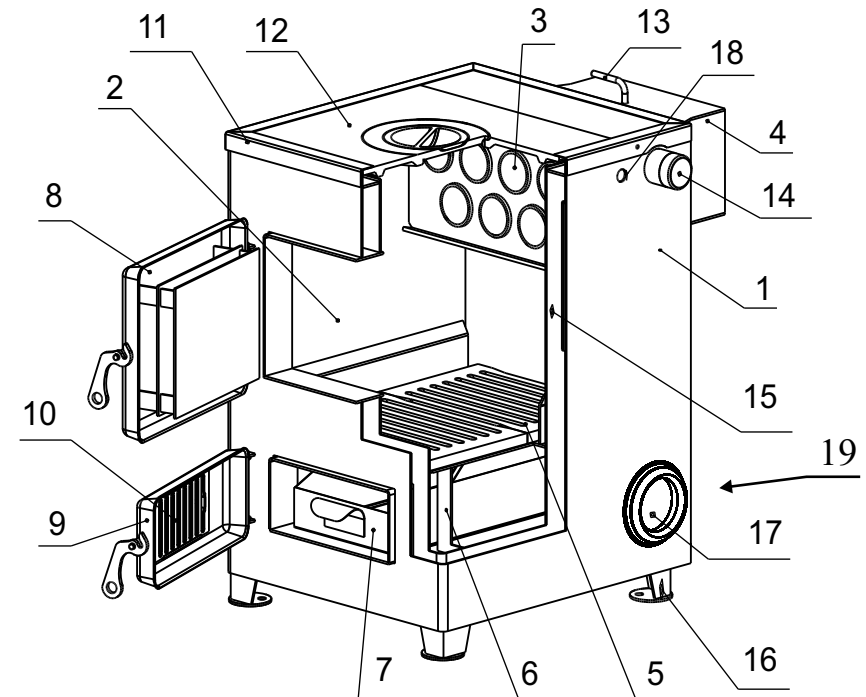

Рис. 1 Аппарат АОТВ
4.6.4. Эксплуатировать аппарат при неполном заполнении системы отопления водой и с открытыми дверцами (поз. 8,9) (см. рис.1).
5.1. Аппарат (рис.1) состоит из корпуса (поз. 1), топки (поз. 2), газохода (поз. 3), дымохода (поз. 4), чугунной плиты (поз. 12). В нижней части топки устанавливаются колосники (поз. 5) на опоры (поз. 6) и зольник (поз. 7). К передней стенке корпуса аппарата на осях присоединяются загрузочная дверца (поз. 8), поддувальная дверца (поз. 9), через которые производится загрузка топлива, чистка колосниковой решетки (поз. 5) и удаление золы из зольника. Чистка газоходов осуществляется стальным ершиком. В поддувальной дверце аппарата встроены воздушная задвижка (поз. 10) для регулировки подачи воздуха в топку.